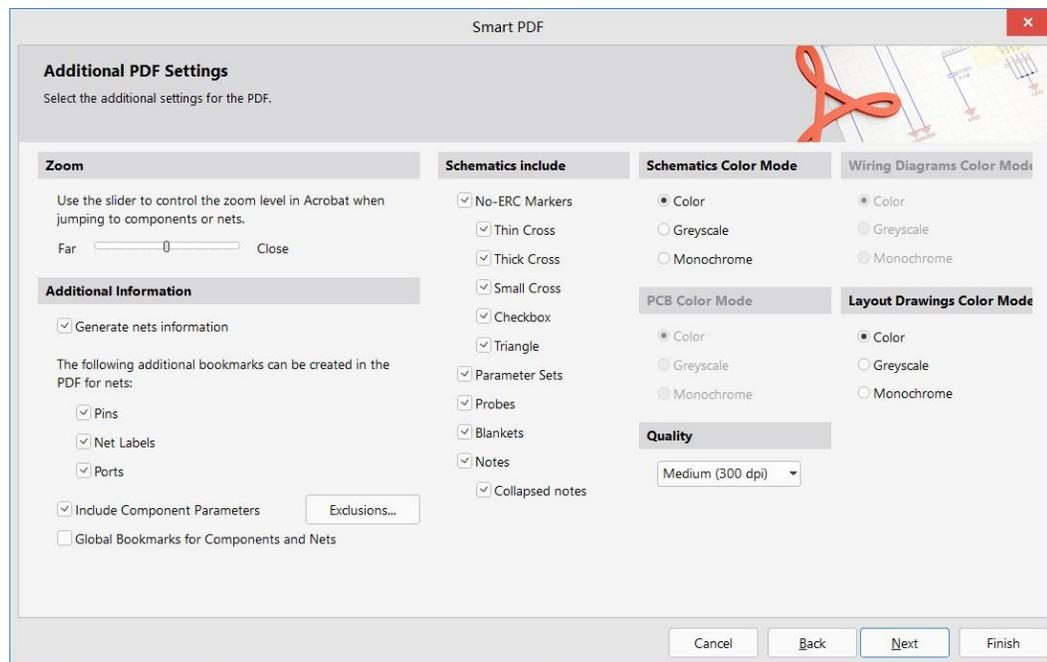

图5-2 PDF输出参数设置
① “当前项目”（Current Project）：对当前整个工程的文档进行PDF输出。
② 当前文档（Current Document）：对当前选中的文档进行PDF输出。
4) 继续单击“下一步”按钮，在“添加打印设置”界面中可以对PDF输出参数进行设置，如图5-2所示。一般对其输出颜色进行选择即可，其他的直接按照默认推荐的设置即可。